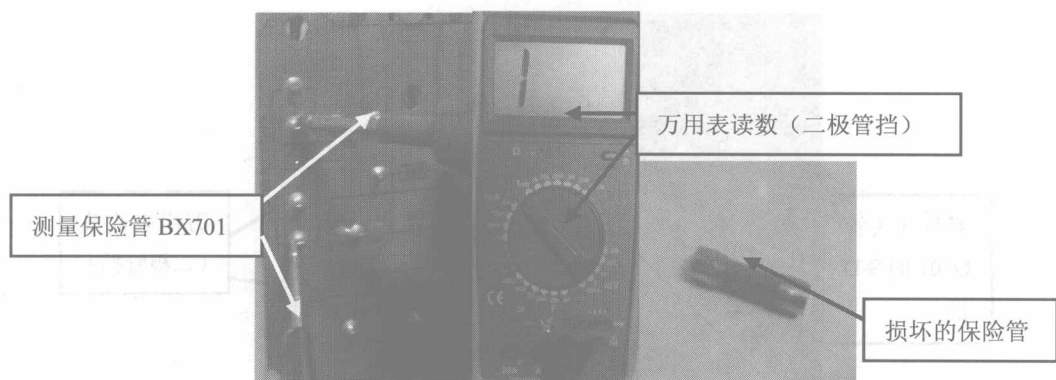

图 1-5
① 用万用表的二极管挡检测保险管 BX701，测得数值为无穷大，说明保险管已经开路，显示器电路中存在短路故障。将保险管取下，此时先不要着急更换保险管，应先排除显示器电路中的其他短路故障，如图 1-5 所示。